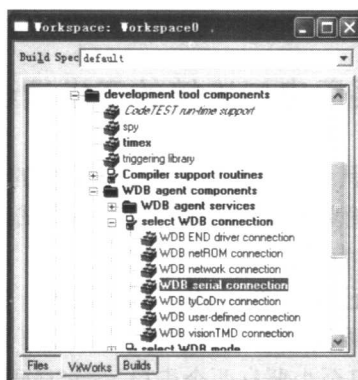

图 1-3 VxWorks 影像 WDB 配置
(4) 重新编译该 BSP 的 bootrom 或 bootrom_uncmp。
(5) 用 mkboot.bat 制作引导盘。
(6) 用串行线物理连接主机与目标机串口。
(7) 配置一个可引导影像工程, 其中 VxWorks 配置如图 1-3 所示。